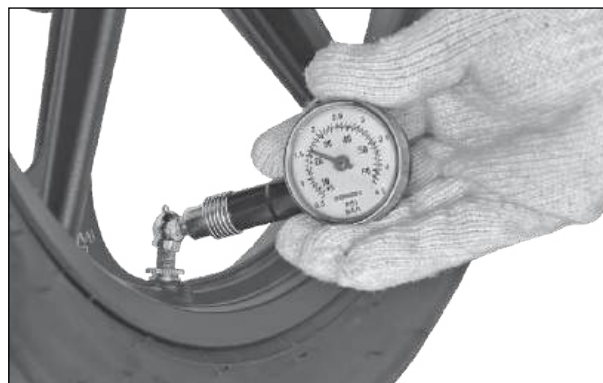

Fig. 6.19
- A pressão de calibração afeta ainda mais a vida útil dos pneus. Portanto, é necessário manter a pressão de calibração adequada. (Fig. 6.19)